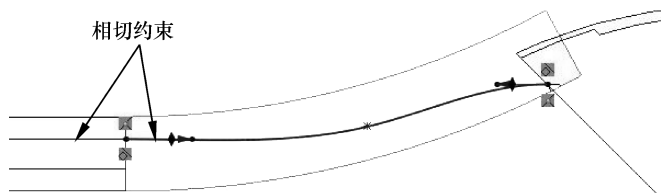

图 4-102 绘制草图 3
- 16 在上视基准面绘制如图 4-102 所示的草图 3。